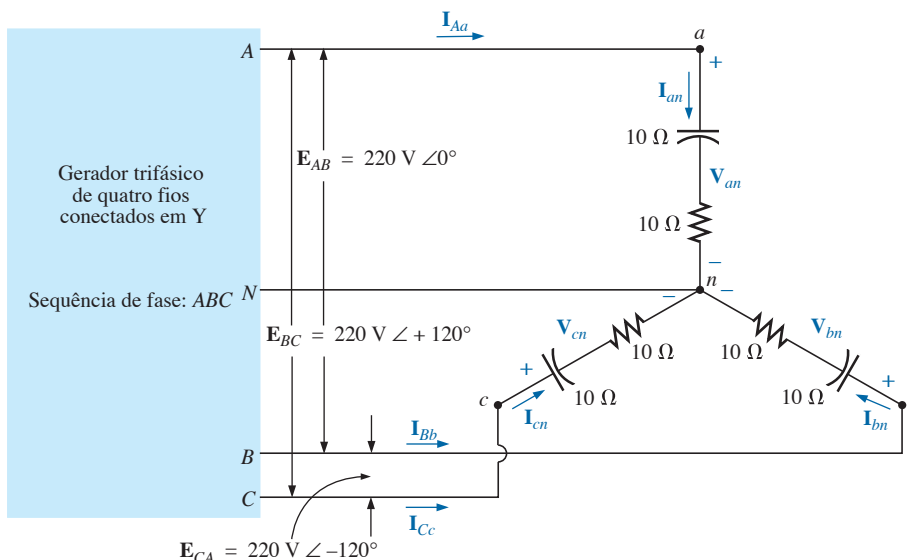

Figura 23.39 Problemas 7, 32 e 44.
7. Dado o sistema visto na Figura 23.39, determine o módulo das tensões e correntes desconhecidas.
- 44. a) Indique as ligações necessárias para medir a potência média fornecida à carga vista na Figura 23.39 usando três wattímetros.